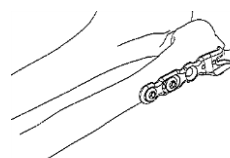

図16
- 16) 全てのスクリューを挿入した後、インプラントの状態を正面像及び側面像で確認し、切開した筋膜、皮下、皮膚を縫合して手術を終了します。(図16)